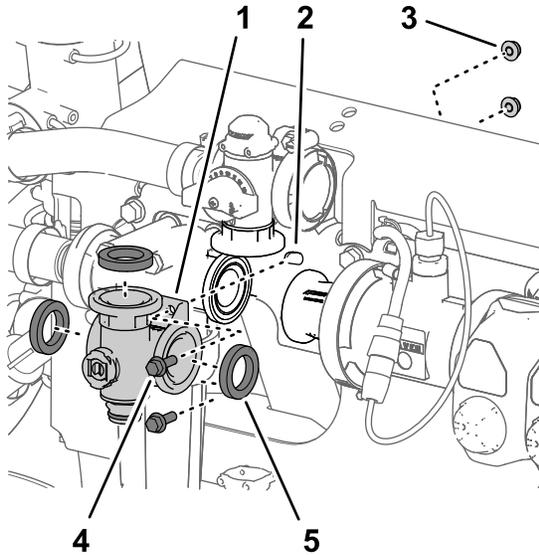

Figura 119
3. Retire los 2 pernos con arandela prensada (1/4" x 3/4") y las 2 contratuercas prensadas (1/4") que sujetan el distribuidor de la válvula de agitación al soporte de la válvula (Figura 119).
4. Retire el distribuidor de la válvula de agitación y las juntas de la máquina (Figura 119).